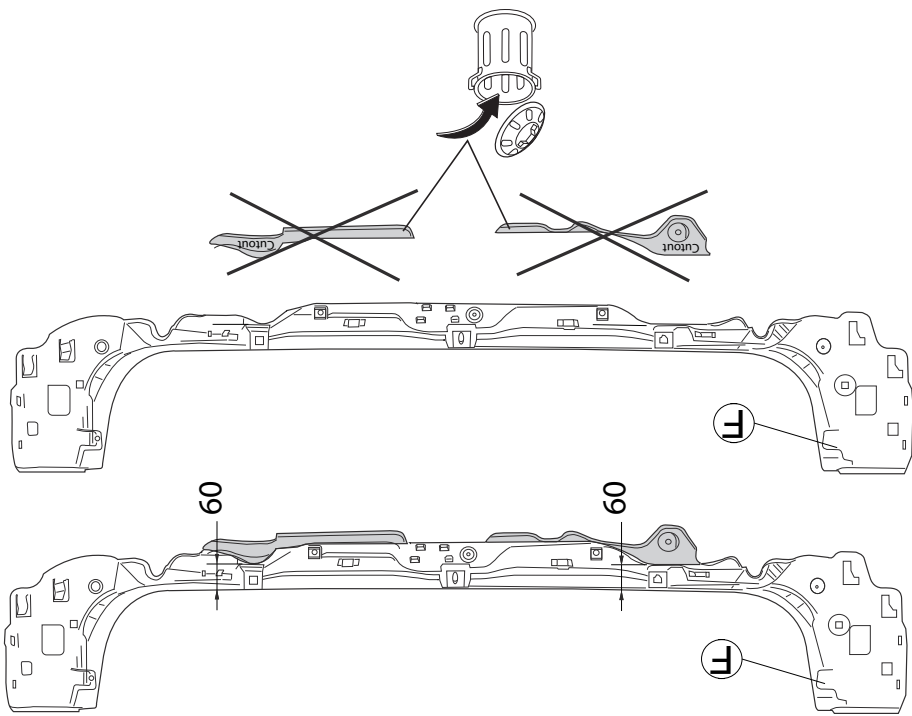

Fig.2
- Pour les **Touring** à quatre roues motrices: Découper les parties indiquées conformément à la figure 2. Monter la partie F.